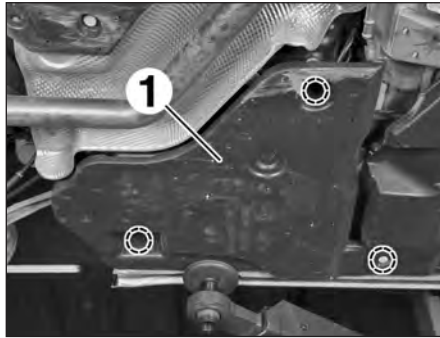

FIG.91
- Dégrafer le cache (1) de protection du réservoir d'additif (Fig.91).